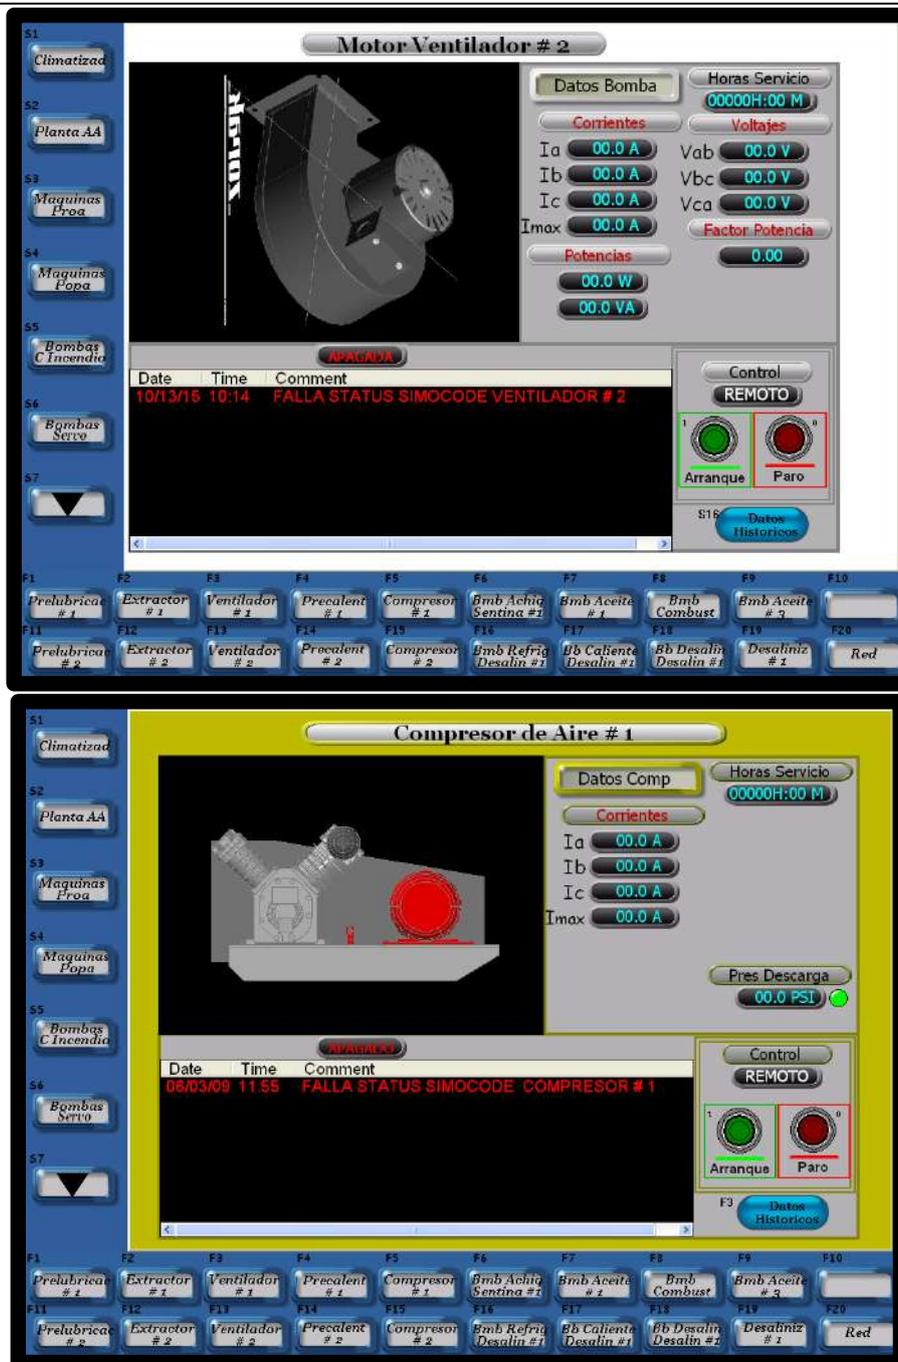

Figura II-12. Pantalla de Control de cada Partidor
- **Pantalla de Control para cada partidor (figura II-12):** permite realizar las acciones para los diferentes modos de operación del sistema: a) Modo Local; b) Modo Manual y c) Modo Remoto y observar la información de las variables eléctricas, horas de operación, alarmas.